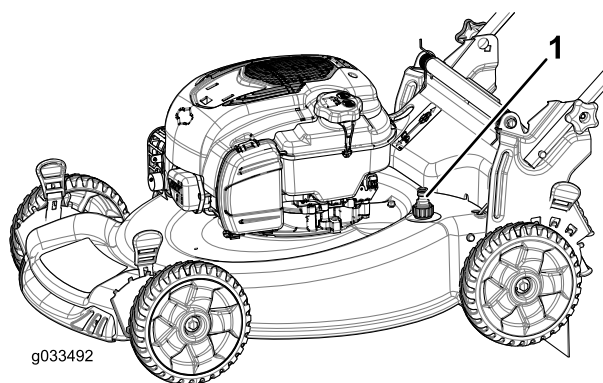

Рисунок 25
5. Присоедините садовый шланг, подключенный к источнику воды, к отверстию для промывки в корпусе (Рисунок 25).